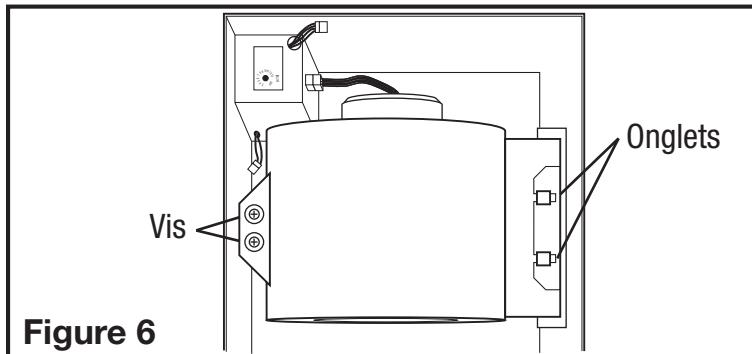
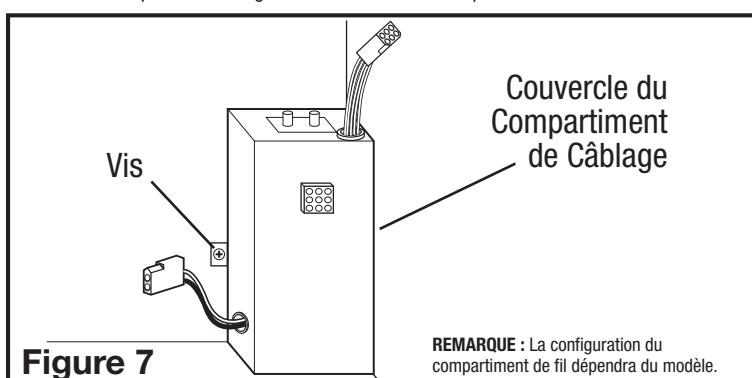

Figure 6
Figure 7
- 1b. Compartiment de Câblage Intérieur: Si le moteur est déjà installé dans le boîtier, enlevez les deux vis maintenant l'unité de ventilation en place. Soulevez le l'unité et faites-la glisser hors des languettes sur le boîtier (**Figure 6**). Retirez la vis du couvercle du compartiment de câblage et placez le couvercle dans un endroit sûr (**Figure 7**).